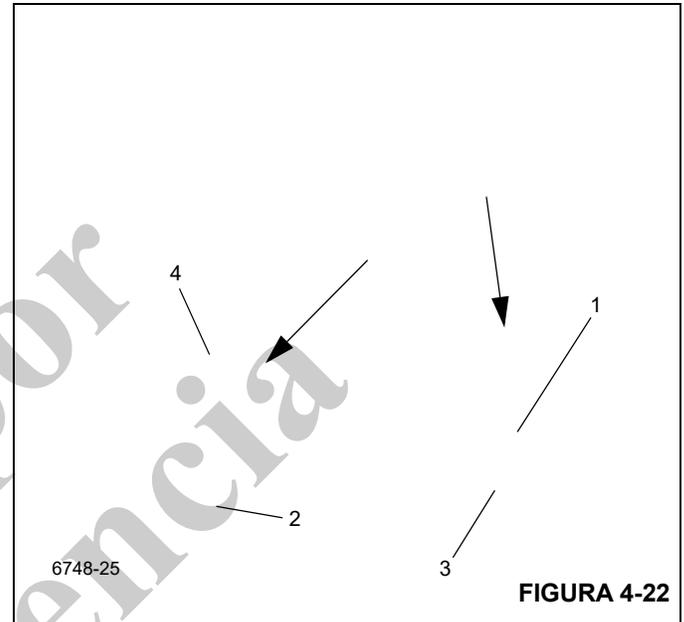

FIGURA 4-22
6. Saque los tornillos que fijan cada almohadilla de desgaste lateral superior (1), (Figura 4-22) e inferior (2), (Figura 4-22) a la parte delantera de la sección central interior. Retire las almohadillas de desgaste y los suplementos.
7. Retire la escuadra de montaje de la guía de cables de RCL (3), (Figura 4-22) (parte superior del lado izquierdo solamente).
8. Levante la parte delantera del conjunto y quite los pernos y las almohadillas de desgaste (4), (Figura 4-22) del fondo de la sección central interior (Figura 4-22).